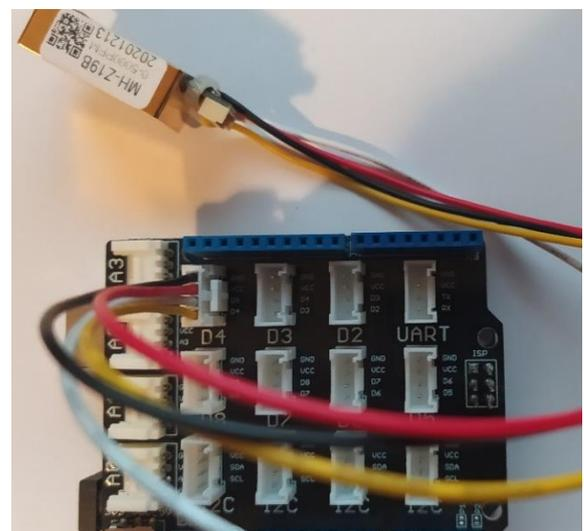

Abbildung 6 SHIELD mit MH-Z19b CO2-Sensor an Port D4
- 2) Steck den MH-Z19B CO2-Sensor mit dem passenden Kabel in den Port D4 des Grove Base Shields (Abb. 6).